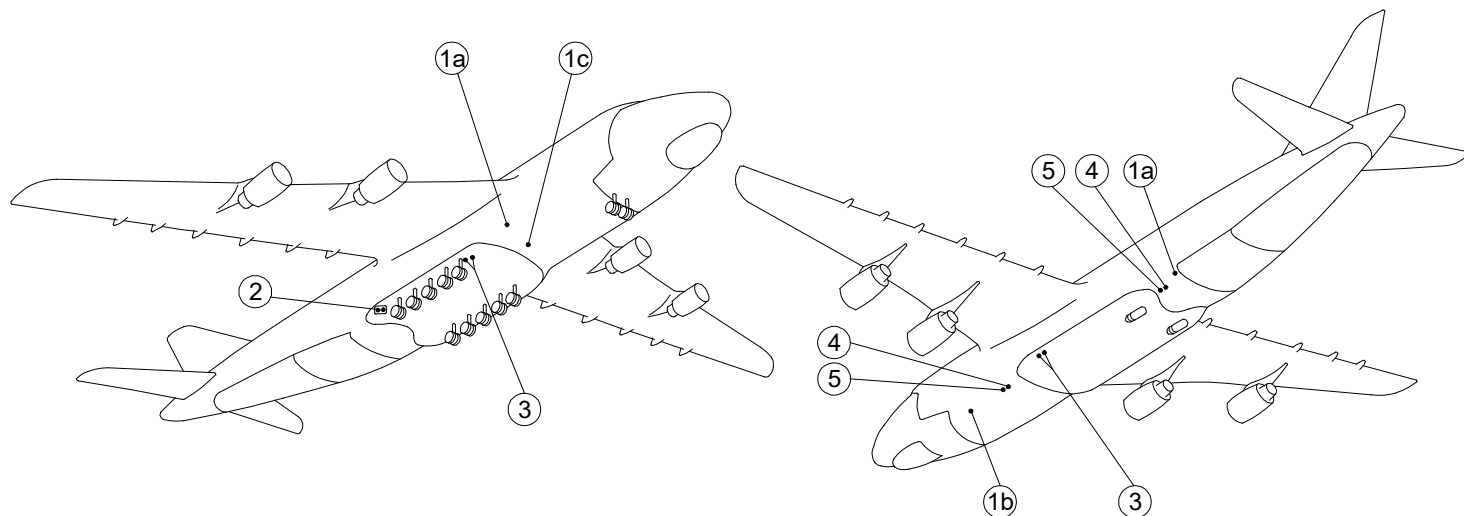

Рисунок 10. Размещение точек подключения систем наземного обслуживания (вид снизу) Ан-124-100(150)
- Рисунок 10. Размещение точек подключения систем наземного обслуживания (вид снизу) Ан-124-100(150).